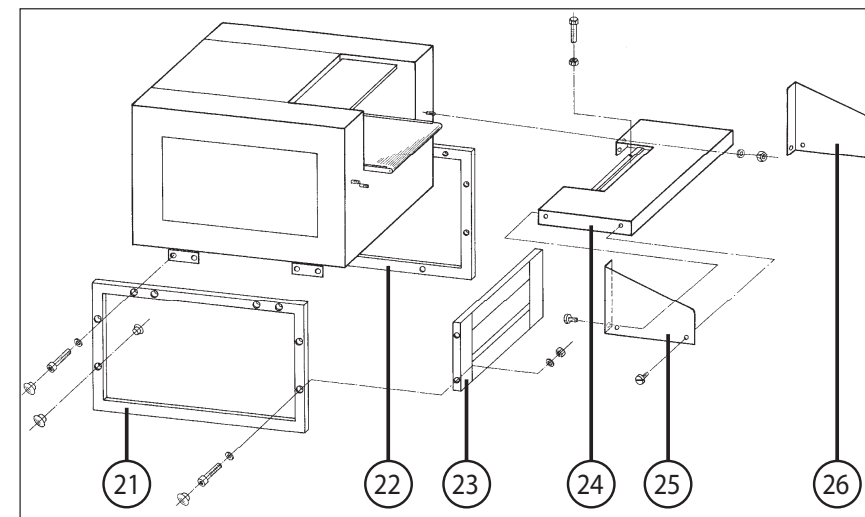

Fig. 1
- 21 = Quadro à esquerda (fig. 1 und 2)
- 22 = Quadro à direita (fig. 1)
- 23 = Chapa intermediária (fig. 1 e 2)
- 24 = Mesa (fig. 1)
- 25 = Ângulo de protecção à esquerda (fig. 1 und 2)
- 26 = Ângulo de protecção à direita (fig. 1)